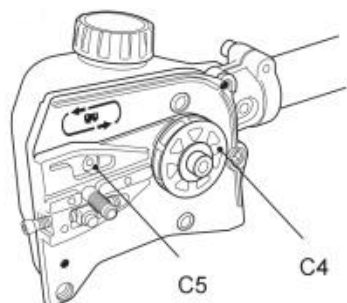

Fig. 70
2. Kontrollera oljepåfyllningsöppningen (C5) för igensättning och rengör vid behov för att säkerställa korrekt smörjning av svärdet och sågkedjan under drift. Använd en mjuk tråd som är tillräckligt liten för att föras in i oljeutloppshålet (bild 70).